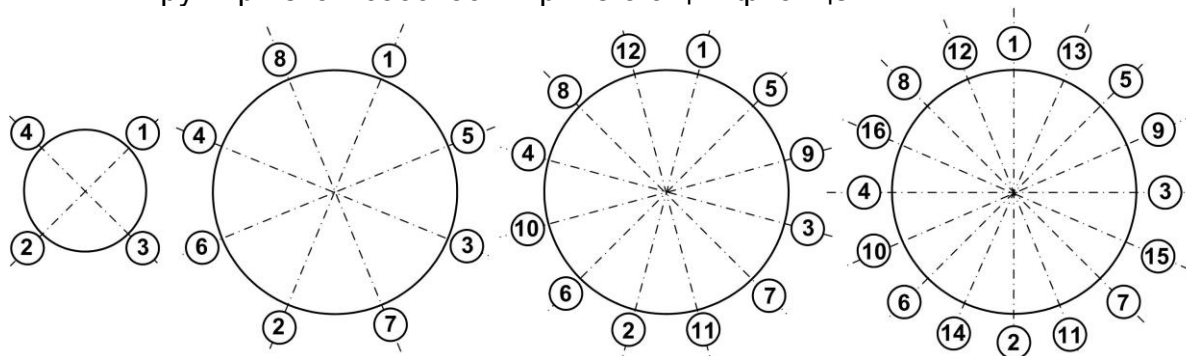

Рис.4. Очередность затяжки гаек на фланцах
- 3.4.5. Затяжка гаек при установке ППР или имитатора в трубопровод должна производиться в очередности, обозначенной на рис.4, динамометрическим ключом с крутящим моментом не более, указанного в табл.4. **В случае превышения усилия затяжки возможно повреждение ИУ!**